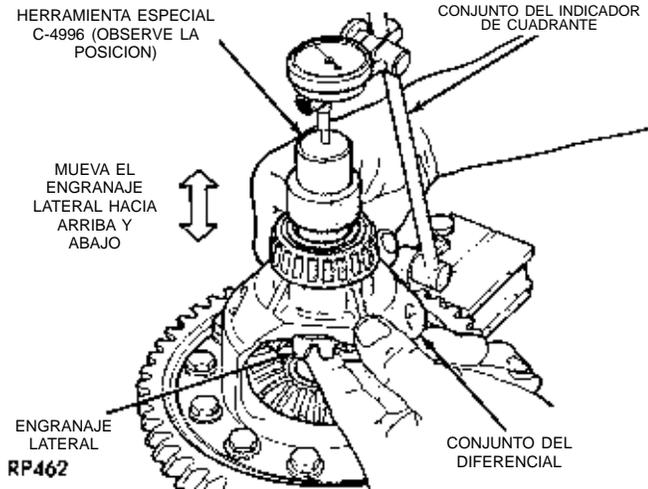
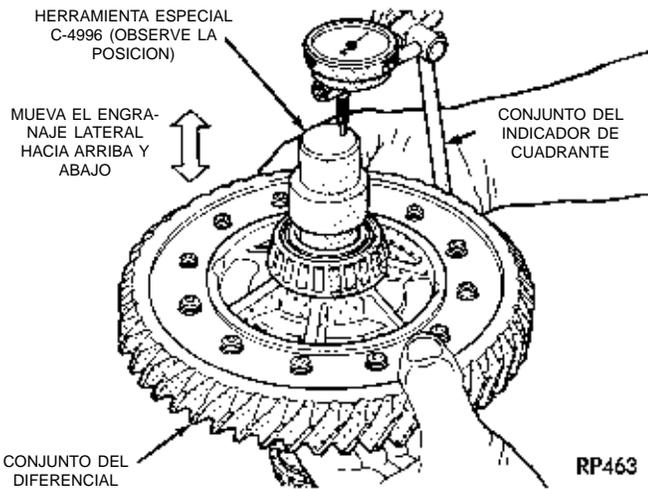

Fig. 115 Verificación del juego longitudinal del engranaje lateral (Característico)
Fig. 116 Verificación del juego longitudinal del engranaje lateral (Característico)
- (4) Gire el conjunto dos vueltas completas tanto hacia la derecha como hacia la izquierda.
- (5) Instale el indicador de cuadrante como se muestra en la figura y registre el juego longitudinal (Fig. 115) (Fig. 116). Gire el engranaje lateral 90 grados y registre otra vez el juego longitudinal. Gire